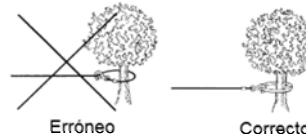

Figura 3
10. NUNCA ENGANCHE EL CABLE DE ACERO EN SÍ MISMO porque podría dañar el cable de acero mismo. Use una correa de nailon (Figura 3).